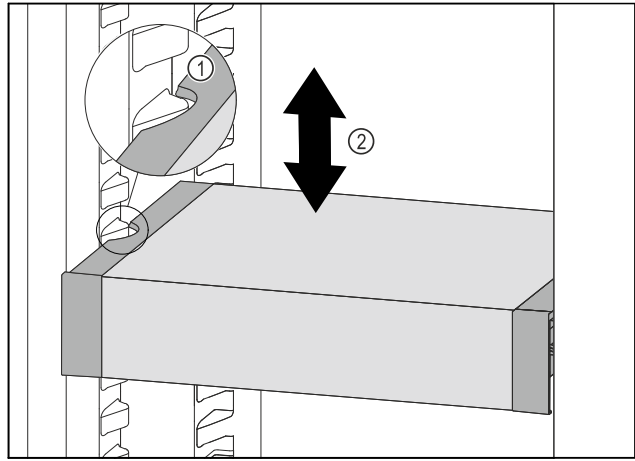

Fig. 92
- ▶ Vedä VarioSafe-laatikkoa ulospäin, kunnes VarioSafen sivuilla olevat lovet ovat jääkaappiosassa olevien kotelokiilojen tasolla. Fig. 92 (1)
- ▶ Siirrä VarioSafe-laatikkoa ylös- tai alaspäin jääkaappiosassa haluttuun korkeuteen. Fig. 92 (2)